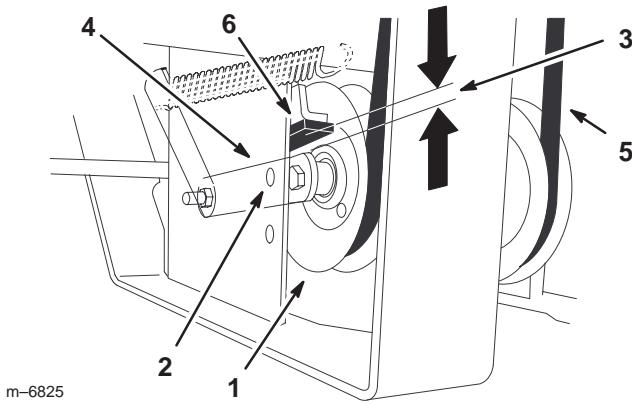

Figure 71
9. Contrôlez la distance entre la butée en caoutchouc et le bras de la poulie de tension à ressort quand la plaque de la poulie est tendue. On doit obtenir une distance de 0 à 6 mm (0 à 1/4 pouce) à partir de la butée (Fig. 71).